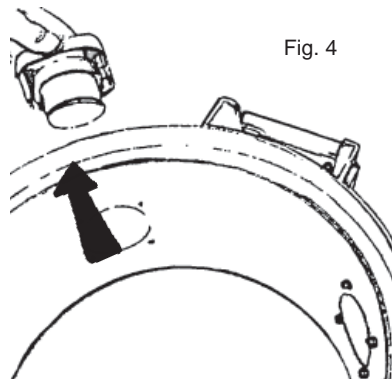

Fig. 4
2. Sortez la prise de l'appareil, voir fig. 4.